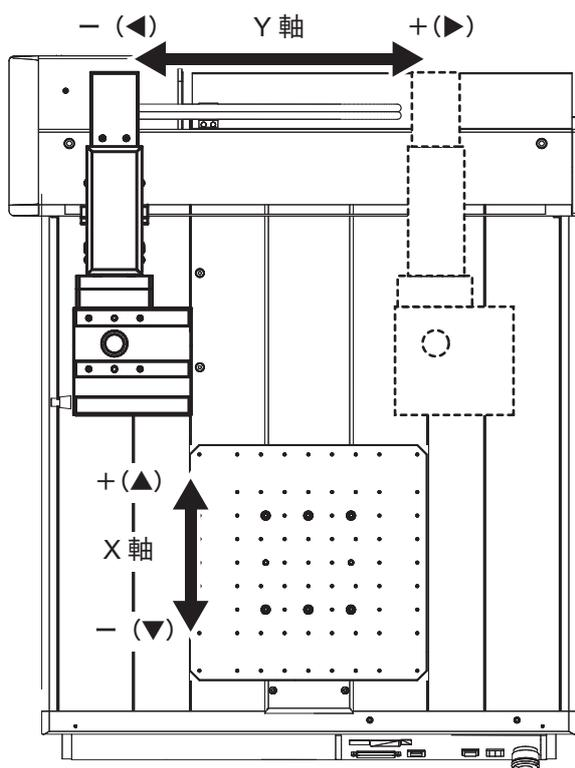
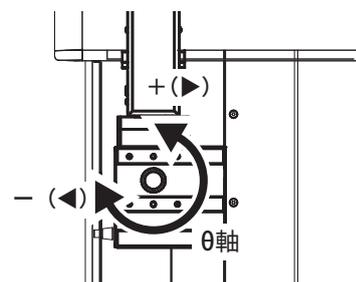

図 4-39
図 4-41
- (3) マウスで「+」「-」のどちらかを押し続けている間、軸が移動します。
- (4) キーボードの「▲」「▼」「◀」「▶」を押している間、KEY 操作で選択している側の軸が移動します。(マウスとKEY 操作による移動方向は図 4-39～図 4-41 を参照)
- (5) 微速：5 mm/sec 低速：30 mm/sec 中速：100 mm/sec 高速：200 mm/sec
- (6) 入力：1～800 mm/sec